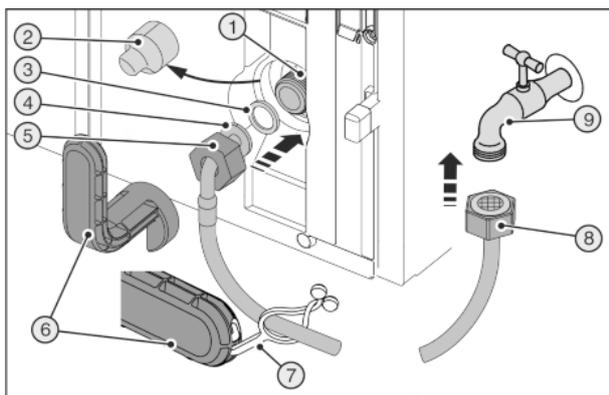
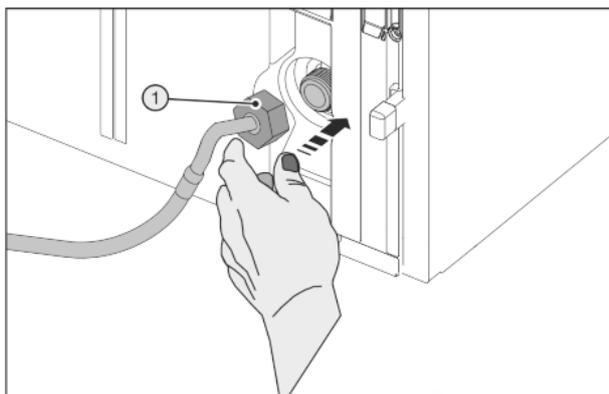

Fig. 48
Fig. 49
Puknuti pomoćni alat Fig. 48 (6)!
- ▶ Pomoćni alat Fig. 48 (6) upotrebljavajte isključivo pri sobnoj temperaturi.
- ▶ Skinite pokrov Fig. 48 (2).
- ▶ Olakšana montaža: Ravan kraj crijeva Fig. 48 (8) odmotajte ulijevo na pod.
- ▶ Gurnite maticu Fig. 48 (5) preko kutnog kraja crijeva Fig. 48 (4) do kraja i čvrsto je držite.
- ▶ Navlažite brtvu Fig. 48 (3) i pritisnite je u maticu Fig. 48 (5).
- ▷ Brtva Fig. 48 (3) naliježe ravno i lako ju je držati.
- ▶ Oprezno postavite maticu Fig. 49 (1) i navrnite je s dva prsta ravno na navoj sve dok se sigurno ne pričvrsti.
- ▶ Pritežite maticu Fig. 49 (1) pomoćnim alatom Fig. 48 (6) u smjeru kazaljki na satu sve dok ne postignete maksimalni pritezni moment i dok se pomoćni alat Fig. 48 (6) okreće.
- ▶ Navrnite maticu Fig. 48 (8) na zaporni ventil Fig. 48 (9).
- ▶ Pritežite maticu Fig. 48 (8) pomoćnim alatom Fig. 48 (6) u smjeru kazaljki na satu sve dok ne postignete maksimalni pritezni moment i dok se pomoćni alat Fig. 48 (6) okreće.
- ▶ Otvorite zaporni ventil Fig. 48 (9) dovoda vode i provjerite nepropusnost cijelog sustava vode.
- ▶ Jezičac Fig. 48 (7) pomoćnog alata Fig. 48 (6) zakvačite i pričvrstite na crijevo od nehrđajućeg čelika kako biste ga spremili.